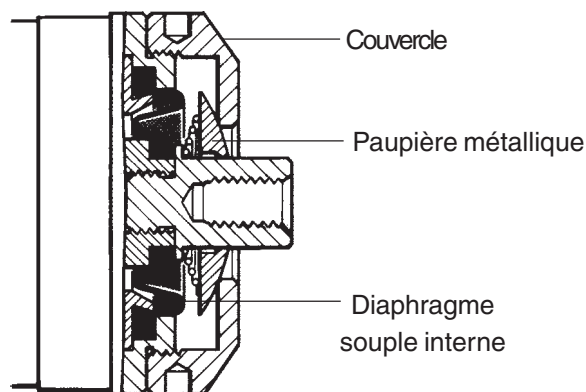

Figure 34
3. Le mécanisme du palpeur est protégé par une 'paupière' métallique et un diaphragme interne souple assurant l'étanchéité (voir figure 34).